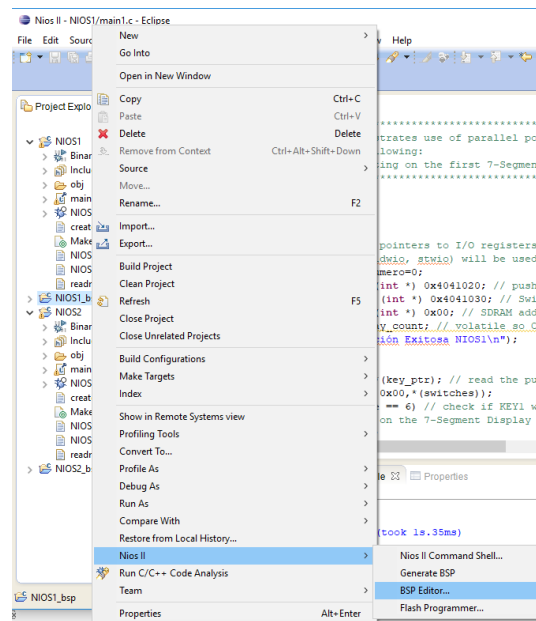

Ilustración 27: **BSP EDITOR** de la carpeta **NIOS1_bsp**
35. Proceda a hacer clic derecho a la carpeta **NIOS1_bsp[SISTEMA]**, seleccione la opción **NIOS II** y luego seleccione la opción **BSP EDITOR**, tal como se visualiza en la ilustración 27.